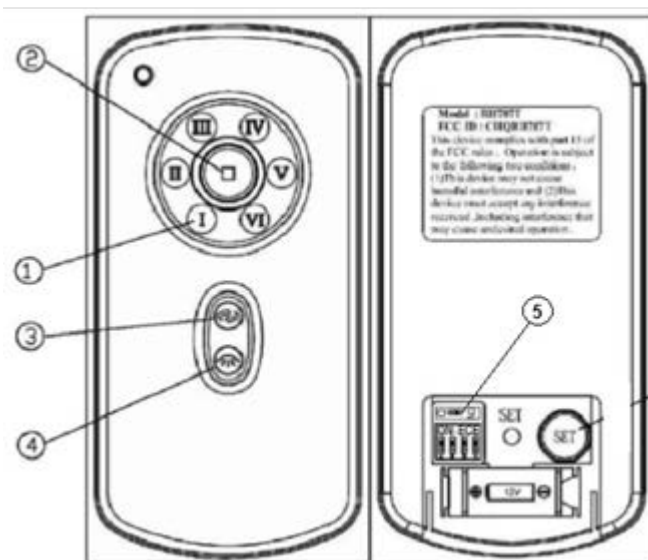

Fig. 12
- Modificare la posizione degli interruttori DIP nel trasmettitore 2, di modo che questo sia diverso dal trasmettitore 1. Fig.12